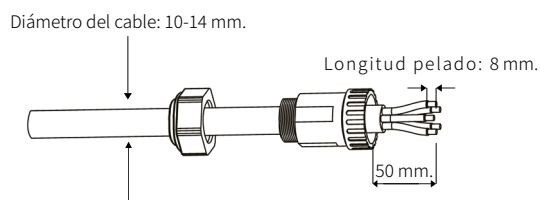

Fig. 34. Pelado del cable.
- c. De acuerdo con la tabla anterior, seleccione un cable apropiado, retire el manguito de aislamiento del cable de AC unos 50 mm y retire el aislante del extremo de los cables L/ PE/N unos 8 mm, tal como se muestra en la Fig. 34: